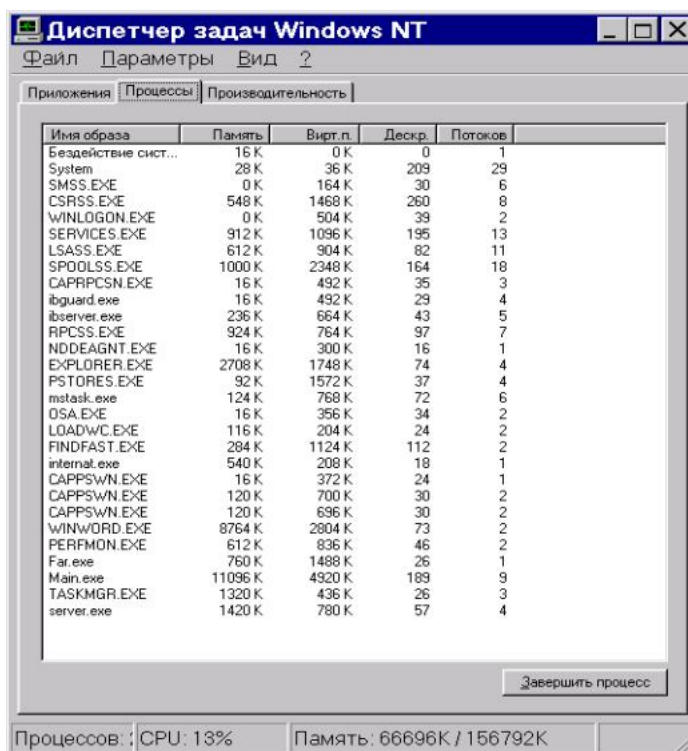

Рис. 56
- в появившемся окне **Диспетчер задач** выбрать закладку **Процессы** (Рис. 56);